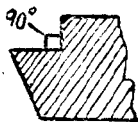

图 1
0.1或0.2公厘，否則由于平面的不平整而会影响焊缝的坚固性（如图1）。